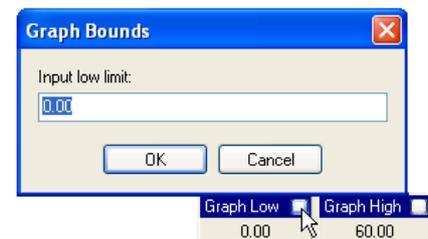

Figure 7.8.1c Réglage de la limite graphique
6. Si requis, cliquer sur le carré blanc de la barre de titre pertinente « Graph Bas » ou « Graph Haut » et régler les valeurs haute et basse de manière à ce qu'elles apparaissent avec une barre graphe correspondante (figure 7.8.1c).